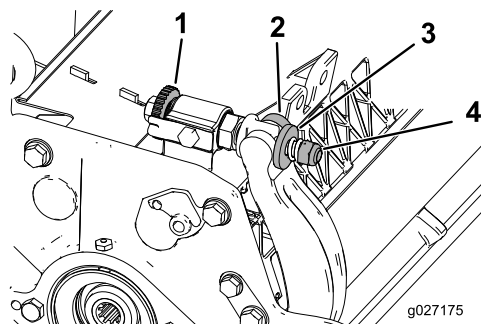

図 29
1. ベッドバー調整ねじを左に回して下刃とリールの接触を完全になくす 図 29。
2. スプリングテンションナットをゆるめて、ワッシャがベッドバーを全く押さないようにする 図 29。